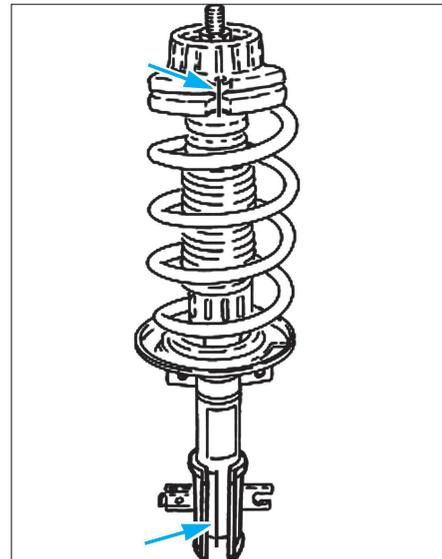

Fig. 4
- Respecter l'ordre et le sens d'empilage des pièces constituant l'élément de suspension repérées au démontage (Fig.4).